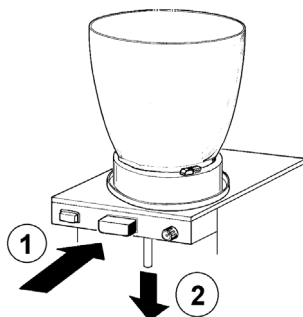

figure 1
- 3 Appuyez (1) sur la touche de commande du robinet et faites glisser (2) le bouchon de caoutchouc du robinet vers le bas (voir figure 1).